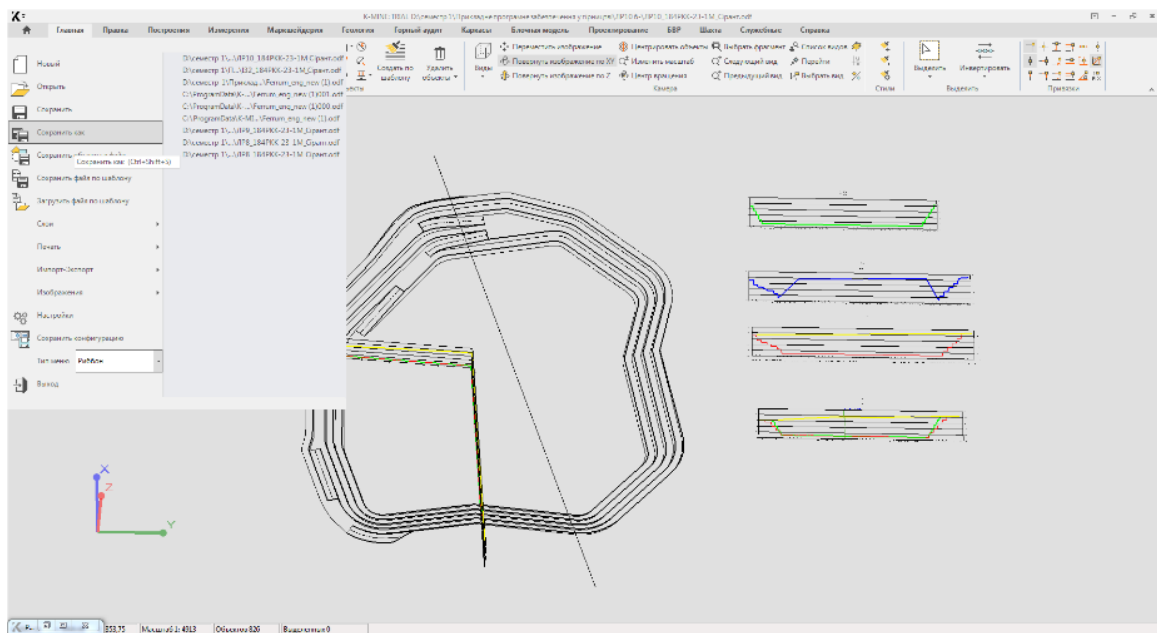

Рисунок 5.3. Побудова розрізів та профілів поверхні
7. В новому місці моделі побудуйте ламаний розріз, який включатиме обидва положення гірничих робіт та ізолінії як окремі об'єкти. Оцініть результат (рис.5.3).